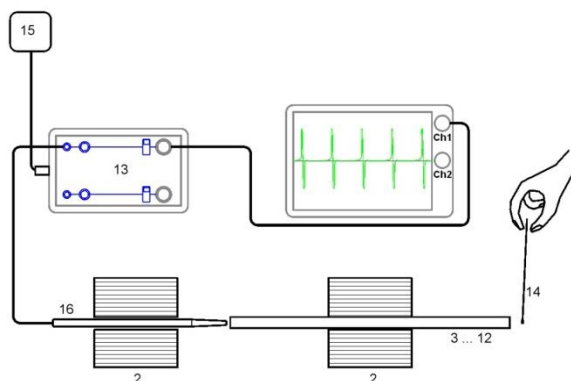

Fig. 1 Struttura sperimentale
- Sistemare l'asta campione e la sonda microfono su un tappetino di appoggio ognuna (Fig. 1).
- Con la massa battente, colpire l'asta sulla parte frontale opposta (Fig. 1).